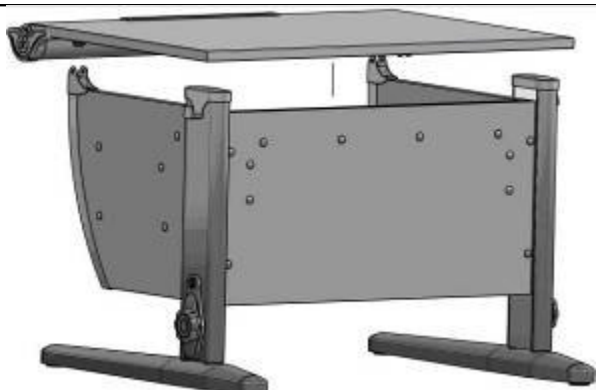

Рис. 17
4.6. Установка столешницы на основании стола. (См. рис. 17, 17а, 17б)
Рис. 17а